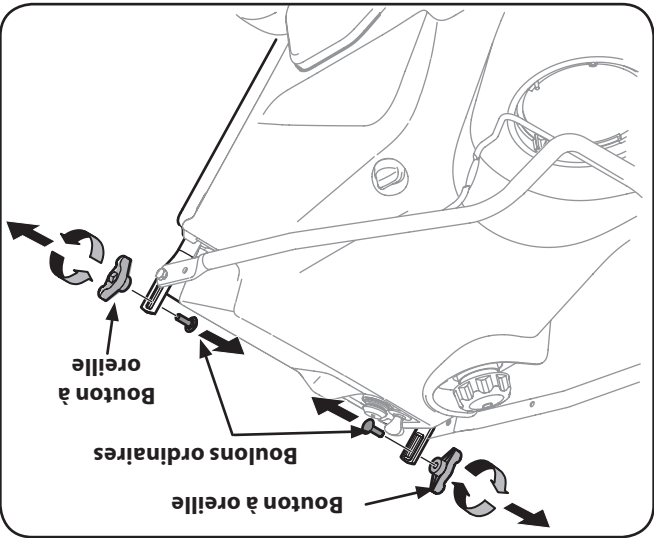

Figure 3-1
1. Enlevez le bouton à oreilles et le bouton ordinaire qui se trouvent sur le dessus du guidon inférieur. Voir la Fig. 3-1. Il n'est pas nécessaire de retirer la vis à épaulement ni l'écroû de blocage à collet qui se trouvent sous le bouton à oreilles et le bouton ordinaire.